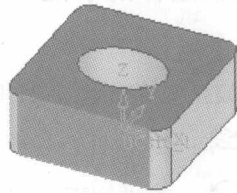

图 1-14
⑤【全局混合渲染模式】: 模型以局部显示模式定义的不同曲面以不同的显示方式进行显示, 未经局部显示模式定义的, 以阴影方式显示, 如图 1-14 所示。